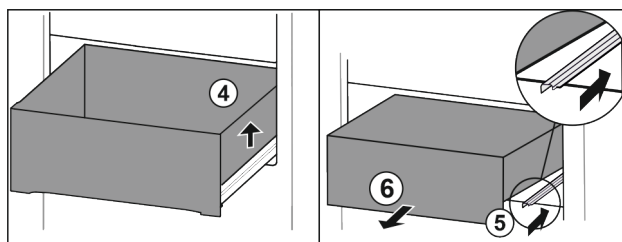

Fig. 78
► Nadvihnite zásuvku doprava. Fig. 78 (4)
► Zasuňte pravú koľajničku. Fig. 78 (5)
► Odoberte zásuvku dopredu. Fig. 78 (6)